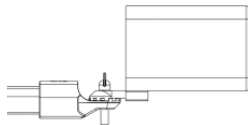

Figura 5 - Detalhe da montagem com vara de manobra
- Conecte o Super Tester à Vara de manobra, utilizando o adaptador universal de acordo com figura 5;